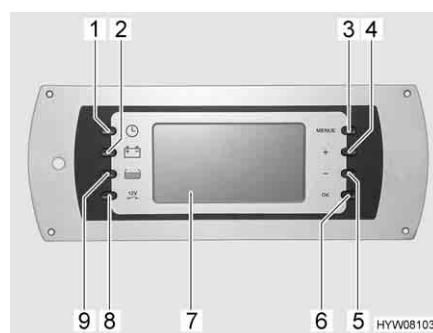
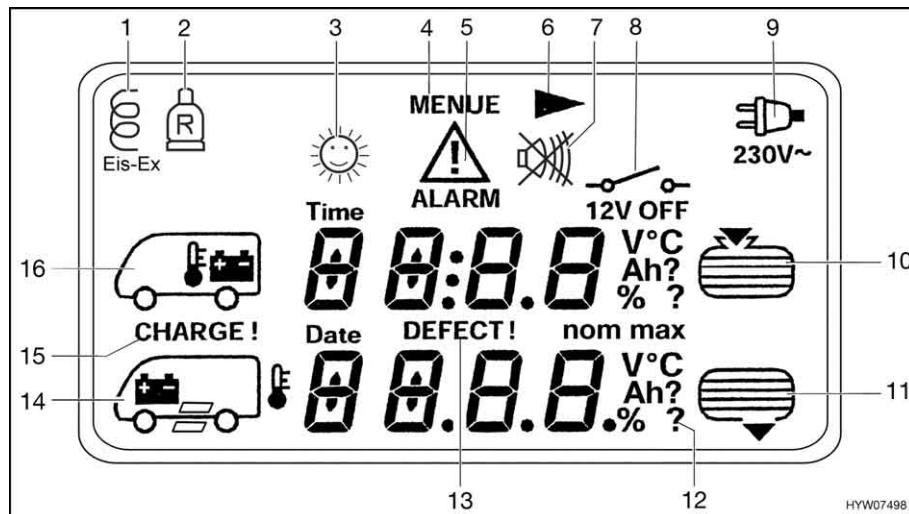
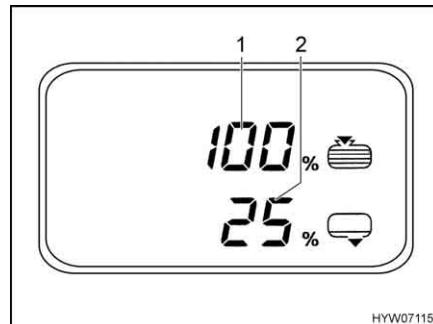

Fig. 92 Pannello di controllo (DT 202)
Fig. 93 Rappresentazione dei simboli sul display LCD
Fig. 96 Menu Serbatoio
Il tasto 12 V acceso/spento (Fig. 92,8) inserisce o disinserisce il pannello di controllo e l'alimentazione a 12 V dell'abitacolo.
- Premere il tasto (Fig. 92,8): L'alimentazione a 12 V dell'abitacolo è inserita. Il display LCD (Fig. 92,7) mostra il menu base e si illumina per 20 secondi. In caso di allarme appare inoltre il rispettivo indicatore.
Spegnimento: ■ Premere il tasto (Fig. 92,8): L'alimentazione a 12 V dell'abitacolo è disinserita. Per conferma, viene indicato "12V OFF" per 3 secondi. Successivamente il display LCD si spegne.
Il menu base (Fig. 94) appare sempre dopo l'accensione con l'interruttore principale a 12 V (Fig. 92,8).
- Premere il tasto (Fig. 92,1): Appare il menu base.
- Premere il tasto (Fig. 92,2): Appare il menu Batteria (Fig. 95).
- Capacità della batteria (%) o Ah (Fig. 95,2), corrente di carica (+A) (Fig. 95,3) e corrente di scarica (-A) della batteria dell'abitacolo (Fig. 95,1). Come cambiare dall'indicatore % a quello Ah: Premere il tasto "OK" (Fig. 92,6).
- Tensione (V) della batteria dell'abitacolo e della batteria di avviamento (pagina di menu 2)
Il menu base appare e i simboli (Fig. 93,5, 15 e 16) iniziano a lampeggiare non appena la tensione della batteria dell'abitacolo scende al di sotto di 12 V (misurazione durante il normale esercizio) con conseguente rischio che la batteria si scarichi troppo. Inoltre lampeggia l'indicatore della tensione nel menu Batteria.
- Premere il tasto (Fig. 92,9): Appare il menu Serbatoio (Fig. 96).
- Livello del serbatoio dell'acqua (Fig. 96,1)
- Livello del serbatoio delle acque grigie (Fig. 96,2)
Il menu base appare e i simboli (Fig. 93,5, 10 o 11) iniziano a lampeggiare quando il serbatoio dell'acqua è vuoto oppure il serbatoio delle acque grigie è pieno. Inoltre nel menu Serbatoio lampeggia il valore corrispondente in percentuale (Fig. 96,1 o 2).